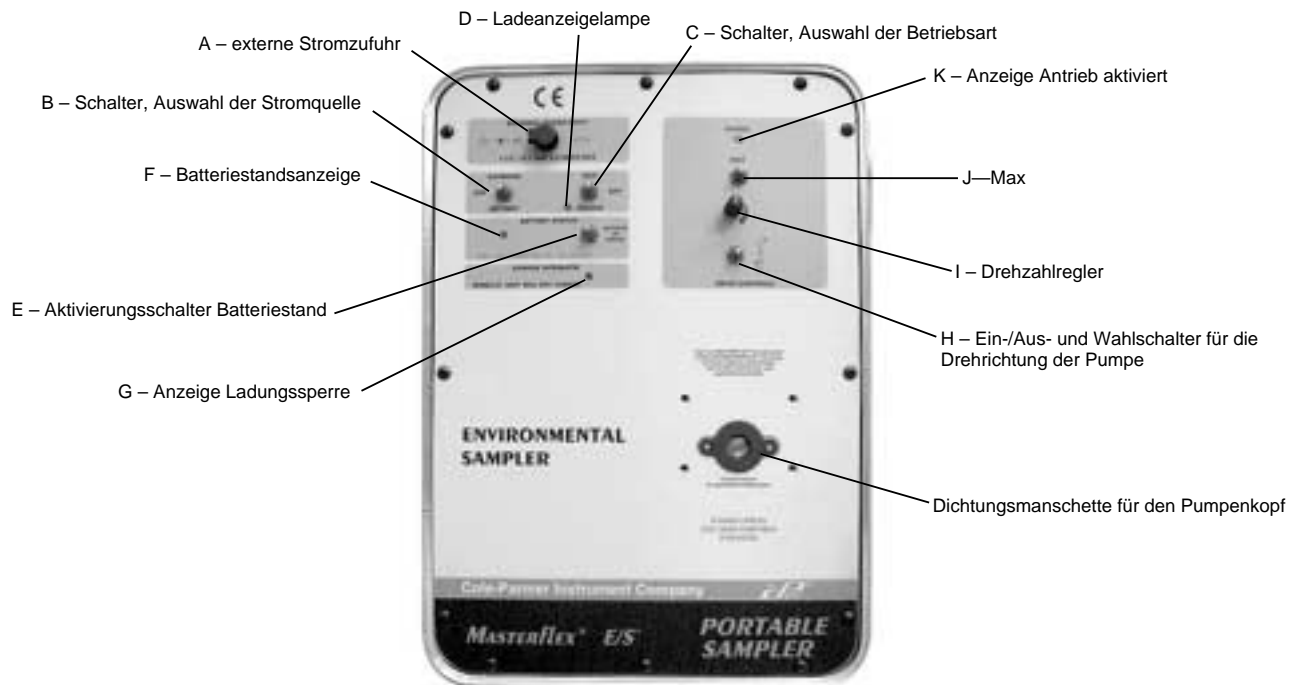

ABBILDUNG 1 BEDIENFELD
- A. Die mitgelieferte Wechselstrom-Gleichstromversorgung mit Umrichter an den Antrieb anschließen. Hierzu die Abdeckung für die Steckbuchse **EXTERNAL POWER INPUT (EXTERNE STROMZUFUHR) (A)** anheben und den 2,5 mm Koaxialnetzsteckverbinder in die Buchse stecken. (Siehe Abbildung 1.)
- Mit dem Ein-/Aus- und Wahlschalter für die Pumpendrehrichtung (**H**) entweder **IM UHRZEIGERSINN** (Rechtspfeil) oder **ENTGEGEN DEM UHRZEIGERSINN** (Linkspfeil) wählen. (Siehe Abbildung 1.) (Bei einem Richtungswechsel erst den Strom abschalten, d.h. den Wahlschalter für die Drehrichtung auf die mittlere, bzw. OFF- (Aus) Stellung stellen.)
- D. Mit dem Ein-/Aus- und Wahlschalter für die Pumpendrehrichtung **(H)** entweder **IM UHRZEIGERSINN** (Rechtspfeil) oder **ENTGEGEN DEM UHRZEIGERSINN** (Linkspfeil) wählen. (Siehe Abbildung 1.) (Bei einem Richtungswechsel erst den Strom abschalten, d.h. den Wahlschalter für die Drehrichtung auf die mittlere, bzw. **OFF-** (Aus) Stellung stellen.)